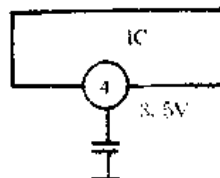

图 49-2
如图 49-2 所示,集成电路④脚只接一个电容器 C,该脚标定电压为 3.5V,由图可见,这个电压来自集成电路内部,经旁路电容 C 到地,如果电容短路,会使④脚电压为 0V;如果该电容漏电,电压也会变化,这时集成电路不能正常工作。遇到这种情况,应断开电容 C,单独测定④脚电压,如果电压依然是 0V,可判定集成电路内部有故障。